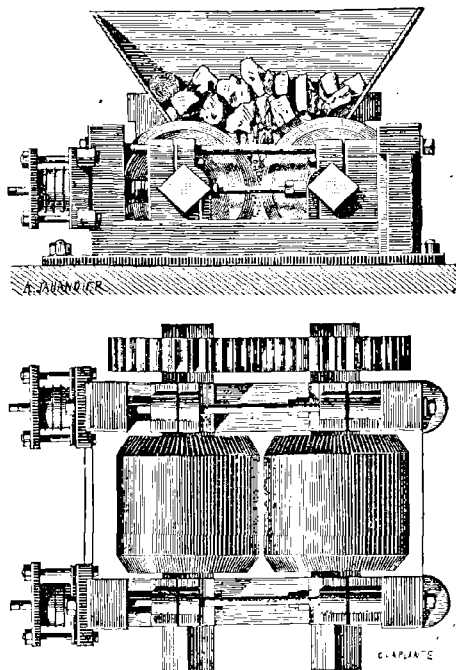

Fig. 3. Concassage du minerai.
**TRAITEMENT MÉCANIQUE.** — Il a pour but de séparer le plus possible la gangue. Pour cela on casse les gros morceaux de minerais avec de lourds marteaux mus mécaniquement (*bocardage*) (fig. 3), et l'on dispose le tout sur une aire